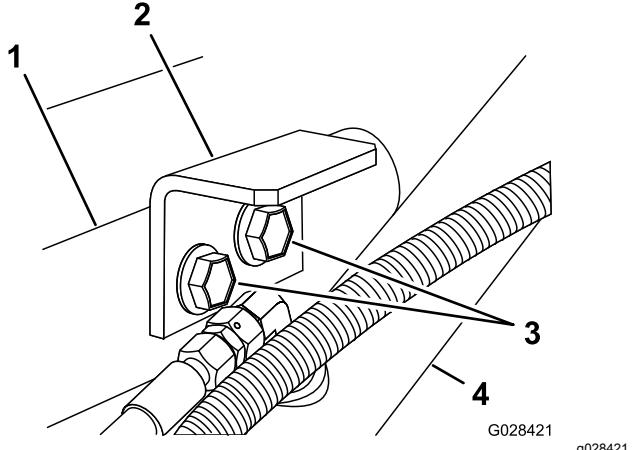

Bild 7
3. Befestigen Sie die Befestigungshalterungen mit den zwei Bundkopschrauben und der Sicherungsbundmutter, die Sie in Schritt 1 entfernt haben, an der Stützhalterung (Bild 7).